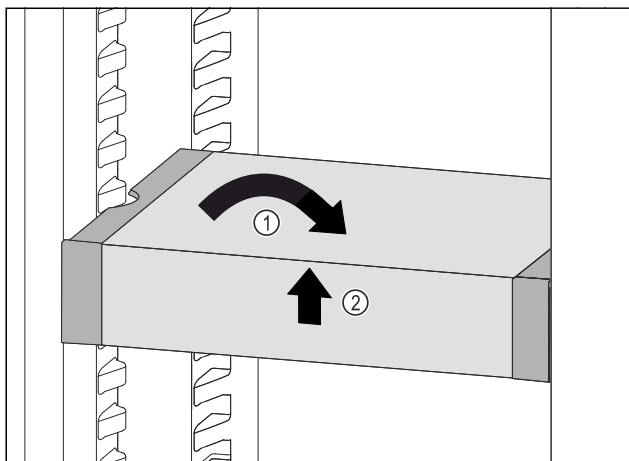

Fig. 88
- Изправете VarioSafe. Fig. 88 (1)
- Повдигнете VarioSafe отпред. Fig. 88 (2)